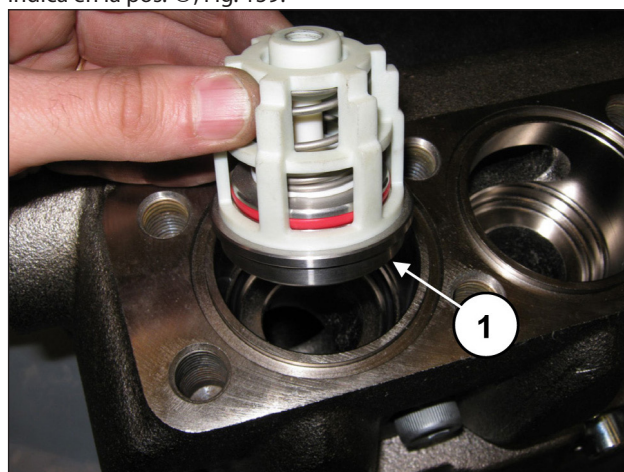
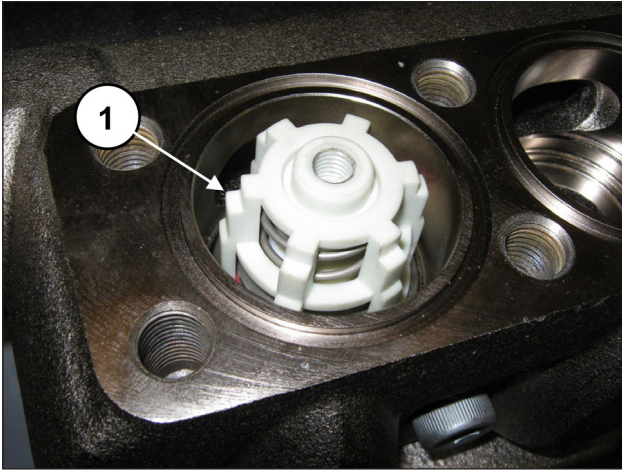

Fig. 158
Fig. 159
Comprobar que la junta tórica y la anilla anti extrusión estén colocadas de manera correcta en el alojamiento. Introducir el grupo de la válvula de envío (pos. ①, Fig. 158). El grupo de la válvula se ha de introducir a fondo como se indica en la pos. ①, Fig. 159.